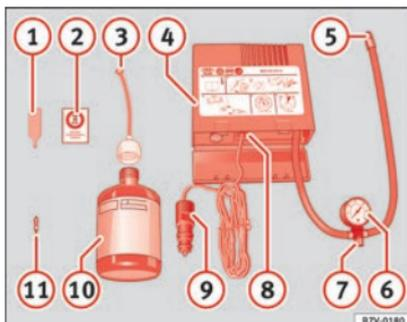

Fig. 83 Representação standard: conteúdo do kit antifuros.
O kit antifuros está localizado na bagageira, por baixo do revestimento do piso. Inclui os seguintes componentes»» Fig. 83:
Volte a enroscar o tubo de enchimento »» Fig. 83 ⑤ e verifique a pressão no manómetro ⑥.